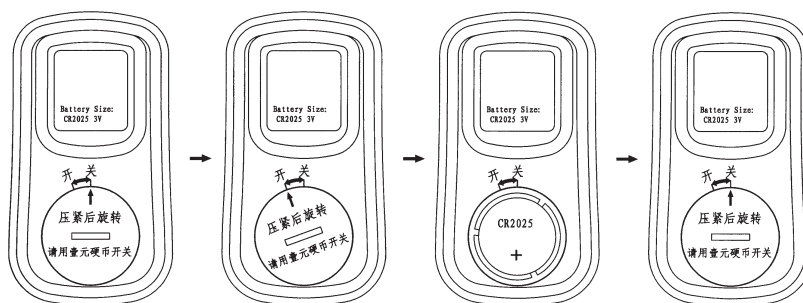

图 11 遥控器电池安装图
- 将遥控器背面的电池盖用一元硬币（或其他类似物体）逆时针旋转并取下电池盖（图11）；